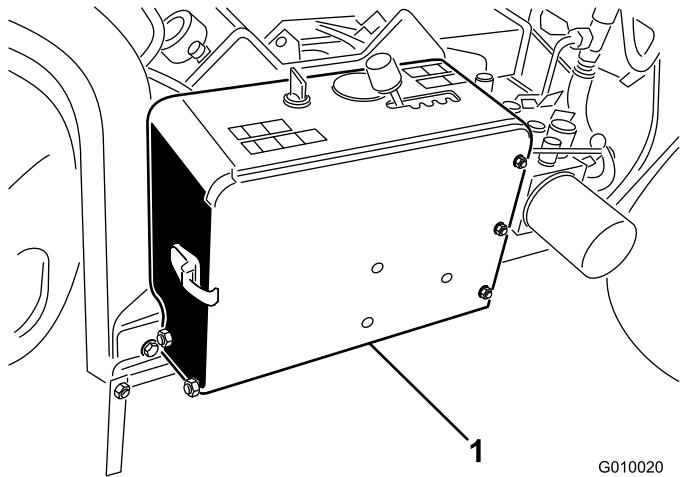

Figure 5
- Sortez la batterie de son compartiment (Figure 5).